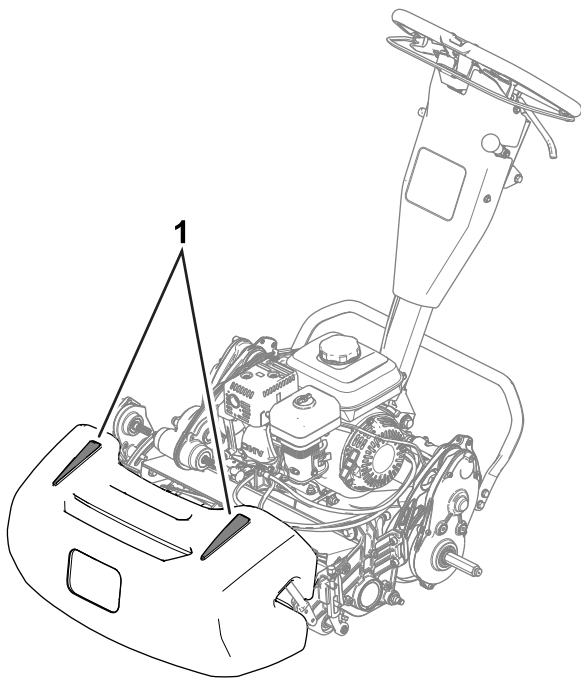

Рисунок 26
- Чтобы сохранять прямолинейное движение на протяжении всего грина и поддерживать одинаковое расстояние от края предыдущей скошенной полосы, используйте ориентирующие полосы на травосборнике (Рисунок 26).